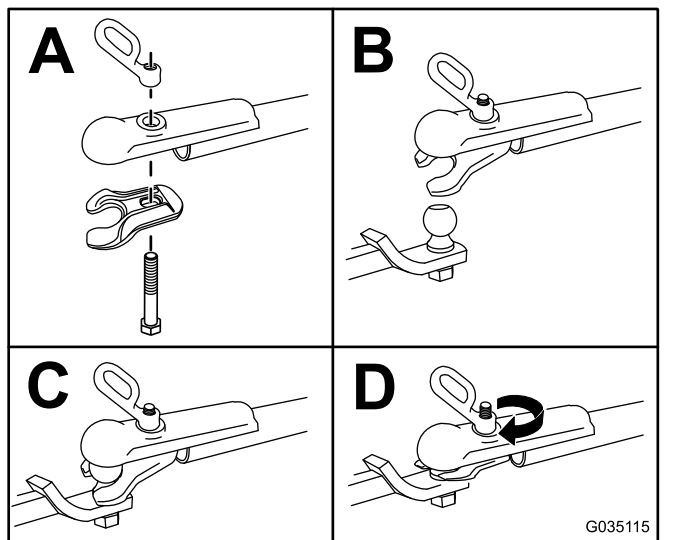

Figura 18
3. Enganche la máquina como se muestra en Figura 18.